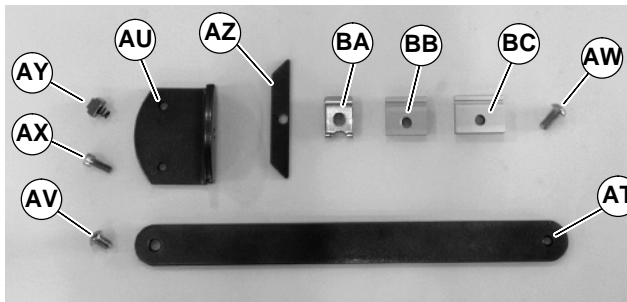

Figure 29
1. Bauteile zusammentragen (Abbildung 29).